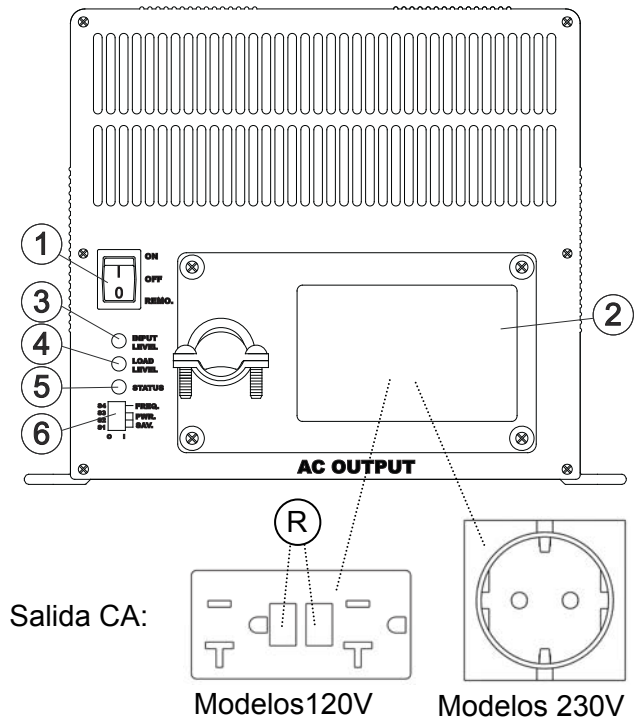

Figura 1: parte frontal
- Conecte el punto de conexión a tierra del inversor (Véase la figura 1, ref 7) al punto de conexión a tierra central del vehículo / barco
- Conecte el neutro (N) de la salida de CA al tierra (PE / GND) y integre un Dispositivo de Corriente Residual (RCD) en el cableado de la salida de CA
Véase la figura 1, ref. 6. En circunstancias normales no es necesario cambiar las configuraciones por defecto de los conmutadores DIP: el inversor está inmediatamente listo para el uso.
- Antes de instalar el inversor asegúrese de que el interruptor principal (figura 1, ref. 1) esté fijado en la posición OFF
En caso de fallo de tierra, el Interruptor de circuito de fallos de conexión a tierra (GCFI) corta la corriente CA. Para volver a activar la salida CA, pulse el botón de reseteo del Interruptor GFCI (Figura. 1, ref. R)